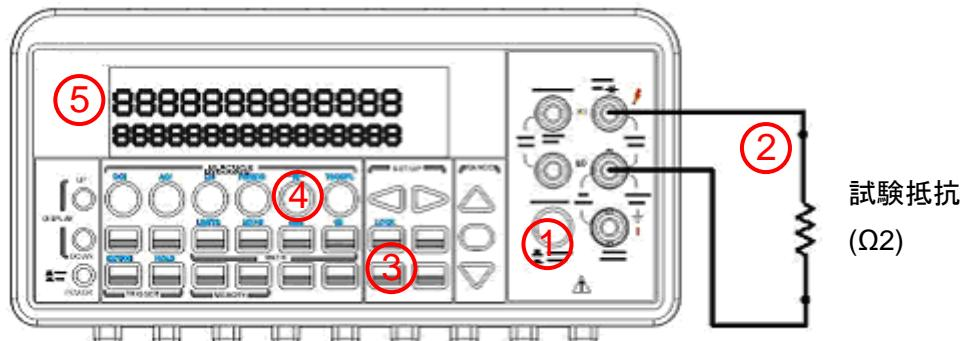

図 3-10
- ① 前面パネルまたは背面パネルの入力信号を選択します。
- ② 図 3-10 に示すようにテストリードを端子に接続します。
- ③ CONFIG、CONT ボタンを順に押して抵抗のしきい値を設定します。初期設定を使用する場合は、次のステップに進んでください。設定ができたら ENTER ボタンを押します。
- ④ CONT ボタンを押します。
- ⑤ 測定値がディスプレイに表示されます。テスト抵抗がしきい値以下の場合は、マルチメータのビープ音が鳴ります。